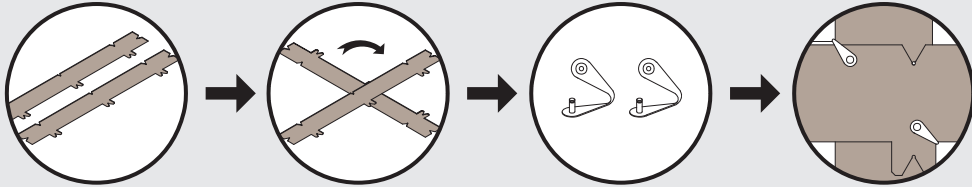

ABB. 14
**10:** Im Folgenden werden die Schablonen mit den enthaltenen Clips wie unten gezeigt montiert (Abb. 14).